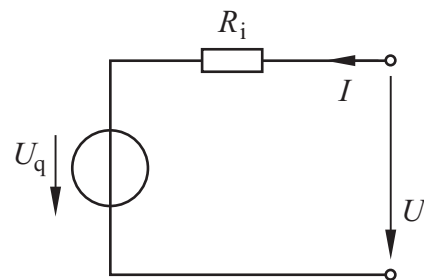

Bild 2.27 Ersatzschaltung der linearen Quelle: lineare Spannungsquelle
2.15⁽¹⁾ An einer linearen Quelle (Leerlaufspannung $9,18 \text{ V}$) wird die Klemmenspannung $8,85 \text{ V}$ gemessen, wobei der Strom -590 mA fließt (Bezugspfeile s. Bild 2.27).